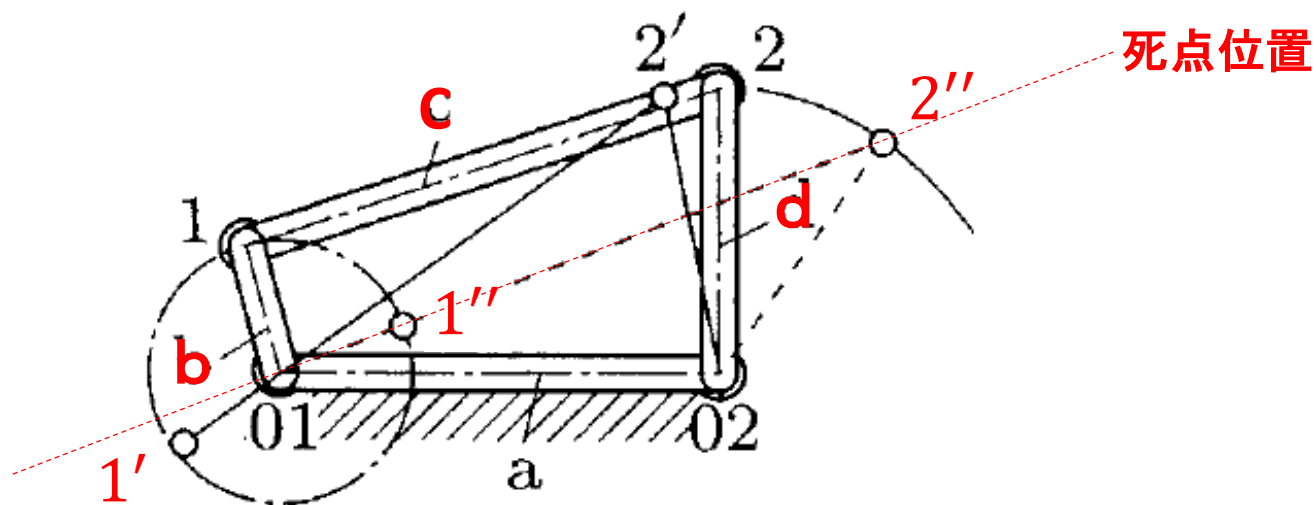

図4 てこクランク機構
- 図4では、リンク**b**が1回転するとリンク**d**は揺動運動するので、この機構を**てこクランク機構** (lever crank mechanism) という。